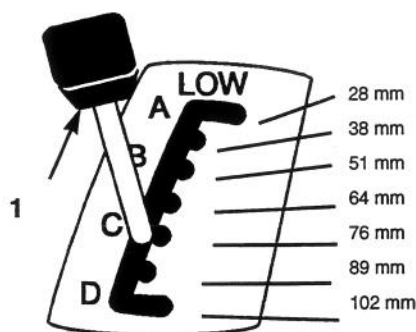

Figure 21
2. Tirer et amener la commande de hauteur de coupe (relevage de l'unité de coupe) à la position désirée (Fig.21).